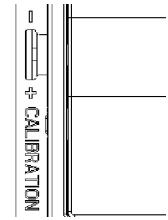

Figure 1
- ① Insérer le fil jusqu'au fond du trou.
- ② Bien serrer la vis pour immobiliser le fil inséré.
8. Le gradateur peut avoir à être réglé aux faibles intensités pour que certaines lampes s'allument correctement et/ou ne clignotent pas. Pour cela, COUPER L'ALIMENTATION DU CIRCUIT et retirer la plaque murale. Utiliser un petit tournevis plat isolé pour régler le potentiomètre qui est accessible à travers la fente (« CALIBRATION ») située sur la bande (Figure 1). Tourner la mollette **vers le bas** pour augmenter le réglage de l'intensité lumineuse minimale et tourner la mollette **vers le haut** pour réduire l'intensité lumineuse. Ensuite, remonter la plaque murale, remettre sous tension et tester. Répéter les étapes ci-dessus au besoin.